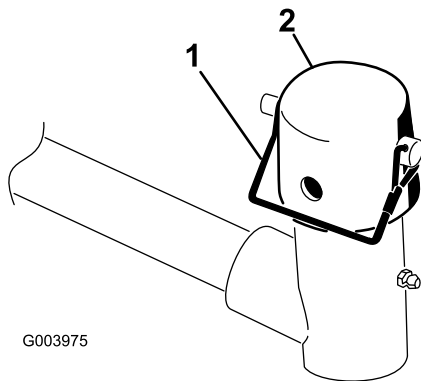

Bild 9
7. Nehmen Sie den Einraststift und die Kappe vom Gelenkjoch des Hubarms ab (Bild 9).
11. Befestigen Sie die Kappe und den Trägerrahmenschaft mit dem Einraststift am Hubarmjoch. Verwenden Sie den Schlitz, wenn Sie das Mähwerk lenken möchten, oder das Loch, wenn Sie das Mähwerk arretieren möchten (Bild 9).